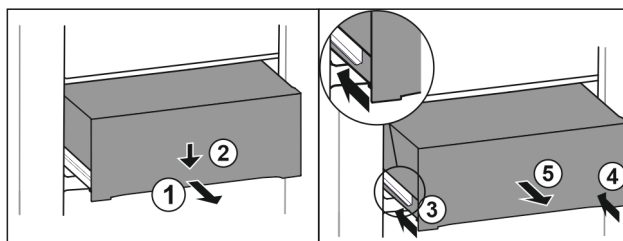

Fig. 97
- ▶ Vytiahnite zásuvku do polovice. *Fig. 97 (1)*
- ▶ Zatlačte zásuvku na prednej strane smerom nadol. *Fig. 97 (2)*
- ▶ Zasuňte ľavú koľajničku o cca 2 cm. *Fig. 97 (3)*
- ▶ Zasuňte pravú koľajničku o cca 2 cm. *Fig. 97 (4)*
- ▶ Odoberte zásuvku dopredu. *Fig. 97 (5)*